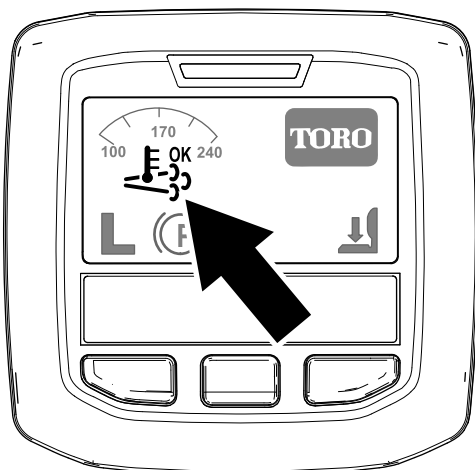

Figura 44
- O ícone da regeneração assistida/de reposição surge no InfoCenter (Figura 44).